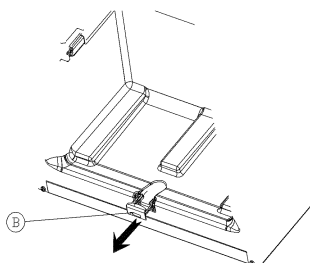

FIGURE -2-
- Retirez la **bonde de vidange (B)** située sous le compartiment congélateur (figure-2).